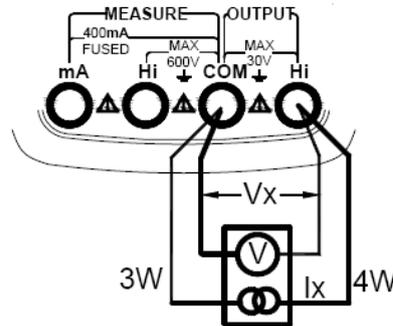

Рисунок 8. Формирование сопротивления и статических характеристик термопреобразователей сопротивления
1. Подключите исследуемое устройство к выходным (OUTPUT) гнездам прибора **COM** и **Hi** в соответствии с рис. 8..